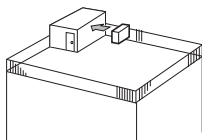

Fig. 2-3
- ① Umístěte výstup vzduchu směrem k nejbližší dostupné zdi a ponechte u ní volný prostor přibližně 35 cm, (Fig. 2-3)